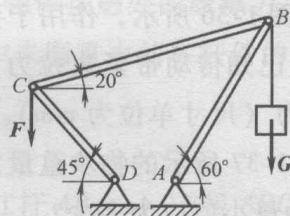

图 1-31
(13) 提升机架由 AB 、 BC 、 CD 三杆铰接而成，如图 1-31 所示。已知： $G = 4\text{kN}$ ，若不